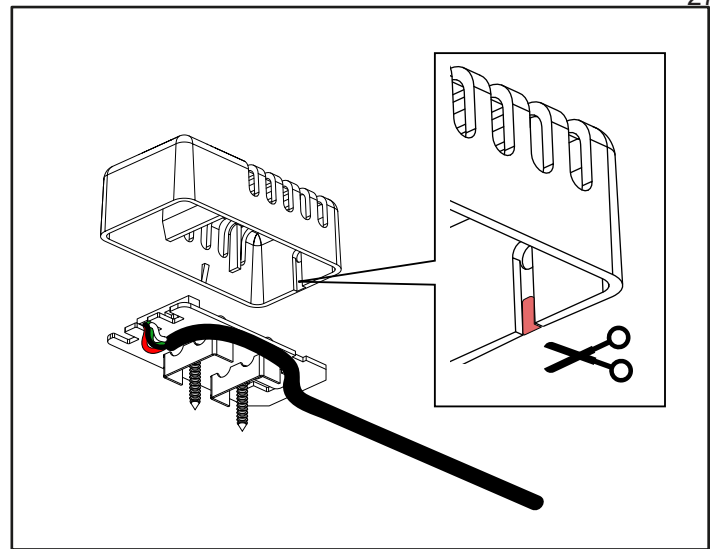

Abbildung 16: Sichtbare Verlegung an der Wand, schneiden Sie eine Öffnung in die Abdeckung.
12. Installieren Sie den Sensor an der Decke, entsprechend den Sicherheitsvorschriften, siehe Abbildung 3. Das Thermistorkabel kann auch durch die Wand geführt werden. Dichten Sie eventuelle Löcher in der Wand hinter dem Sensor ab. Das Thermistorkabel kann außerhalb der Sauna mit einem Niederspannungskabel (4-adrig) verlängert werden. Für die Aufputzmontage von Kabeln siehe Abbildung 16.